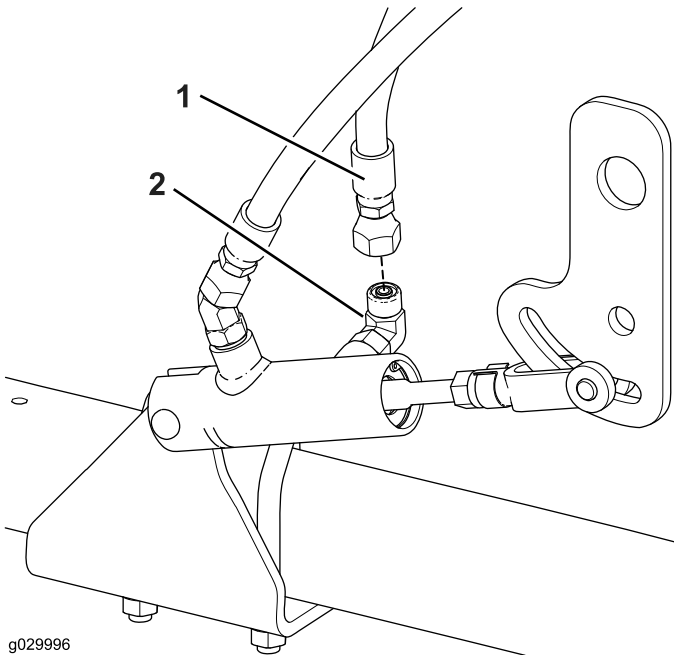

Figura 18
5. Conecte el acoplamiento de manguera (recto) de la manguera hidráulica larga al acoplamiento hidráulico (90 grados) del cilindro hidráulico (Figura 18).